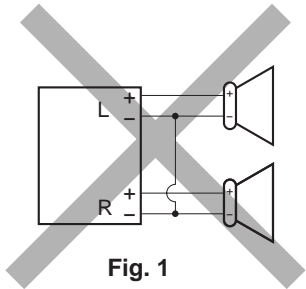
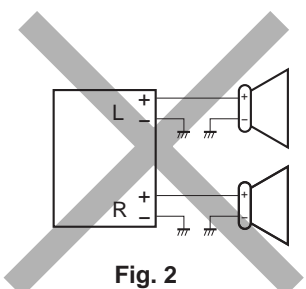
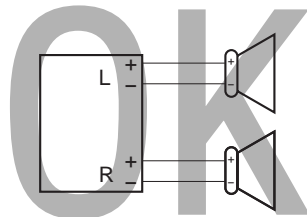

Fig. 1
Fig. 2
Fig. 3
- If the speaker wiring in your car is as illustrated in Fig. 1 and Fig. 2 below, DO NOT connect the unit using that original speaker wiring. If you do, the unit will be seriously damaged. Redo the speaker wiring so that you can connect the unit to the speakers as illustrated in Fig. 3.
- If the speaker wiring in your car is as illustrated in Fig. 3, you can connect the unit using the original speaker wiring in your car.
- Ist die Lautsprecherverdrahtung wie unten in “Fig. 1” und “Fig. 2” abgebildet, das Gerät NICHT mit der Originalverdrahtung der Lautsprecher anschließen, da sonst das Gerät schwer beschädigt wird. Die Lautsprecherverdrahtung erneuern, so daß Sie das Gerät an den Lautsprechern wie in “Fig. 3” abgebildet anschließen können.
- Ist die Lautsprecherverdrahtung in Ihrem Auto wie in “Fig. 3” abgebildet, können Sie das Gerät mit der Originalverdrahtung der Lautsprecher in Ihrem Auto anschließen.
- Si le câblage des enceintes de votre voiture est réalisé comme montré sur la Fig. 1 ou Fig. 2 ci-dessous, NE CONNECTEZ PAS l'appareil en utilisant ce câblage original d'enceintes. Si vous le faites, l'appareil sera sérieusement endommagé. Recommencez le câblage des enceintes de façon que vous puissiez connecter l'appareil aux enceintes comme montré sur la Fig. 3.
- Si le câblage des enceintes de votre voiture est comme montré sur la Fig. 3, vous pouvez connecter l'appareil en utilisant ce câblage original d'enceintes pour votre voiture.